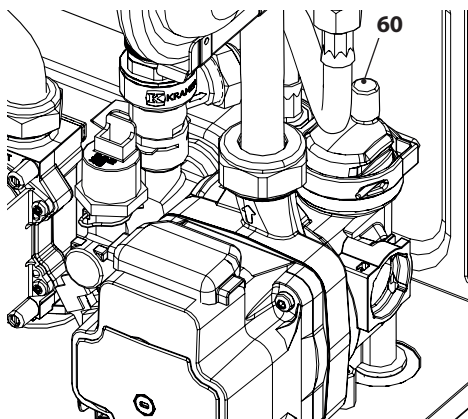

Figura 9.15
- Per facilitare lo svuotamento, svitare il tappo 60 della valvola di sfiato automatica in Figura 9.15.